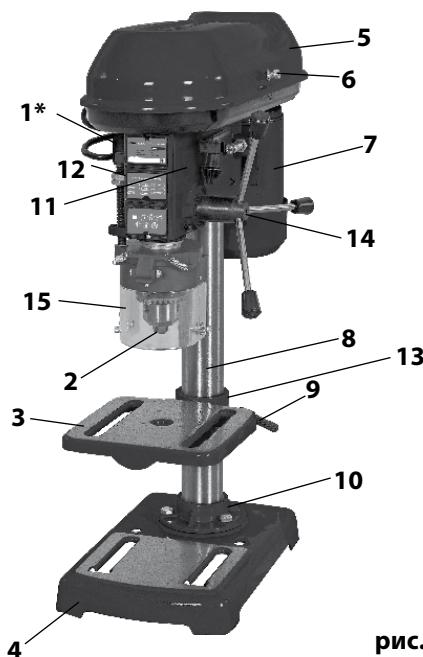
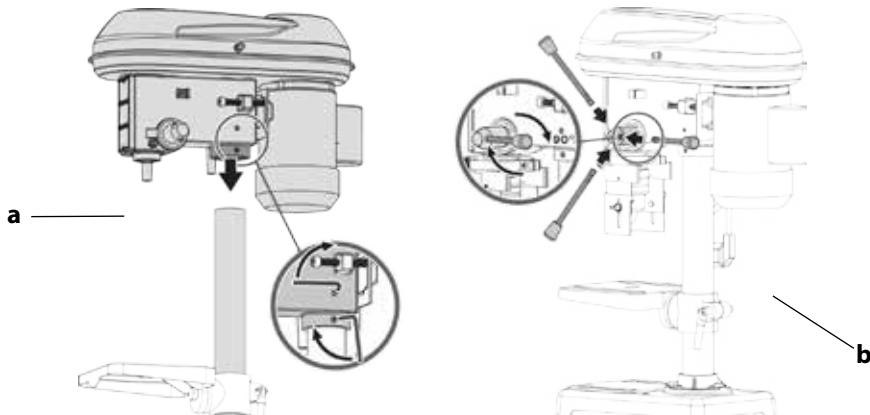

рис. 1
рис.4
1.6 Общий вид и устройство станка представлены на рис.1
1.7 На массивное чугунное основание станка (рис.1 поз.4) крепится металлическая колонна (рис.1 поз.8) с фланцем (рис.1 поз.10). На колонне хомутом (рис.1 поз.13) крепится рабочий стол (рис.1 поз.3). Стол, при помощи хомута, имеет возможность перемещаться вдоль колонны по вертикали и крепиться под углом (до 45° вправо или влево) к горизонтальной плоскости.
К верхней части колонны фиксируется двумя винтами суппорт станка (рис.1 поз.11), на котором расположены органы управления (выключатель и ворот звездчатый вертикального перемещения шпинделя) и регулировки (платформа двигателя с механизмом натяжения ремня и шпилька ограничительная глубины сверления).
Подача патрона со сверлом к заготовке осуществляется поворотом ворота (рис.1 поз.14) рукоятками с набалдашниками. В исходное положение шпиндель с патроном перемещаются за счёт возвратной пружины.
1.8 Выключатель – магнитная кнопка (магнитный пускател) (рис.1 поз.1) расположен на левой плоскости суппорта. Он имеет две кнопки: зелёная с символом «1» - включение двигателя и красная с символом «0» - выключение двигателя.
На верхнюю часть колонны установить суппорт (рис.4а) и зафиксировать двумя винтами. В ворот зубчатый (рис.1 поз.14) ввернуть три рукоятки с набалдашниками (рис.4б).
a) визуально по мере движения стрелки по шкале (рис.1 поз.12) глубины от 0 до 50 мм (или от 0 до 2-х дюймов);